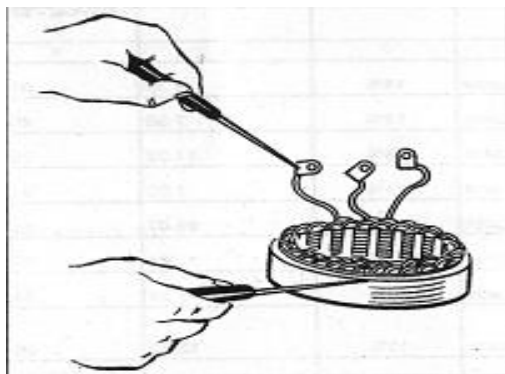

Рисунок 9.2 – Проверка обмотки на короткое замыкание
**Короткое замыкание** обмотки электронасоса на корпус (Рисунок 9.2) определяется подключением одного щупа тестера (в режиме омметра) к одному из выводов обмотки, а второго щупа – к корпусу электронасоса. Если стрелка тестера отклоняется, значит, обмотка электронасоса замыкает на корпус. Такая неисправность возникает вследствие механического или теплового повреждения изоляции обмотки. При этом значительно снижается мощность зарядного устройства, происходит его перегрев. Аккумуляторная батарея заряжается только от зарядного устройства.